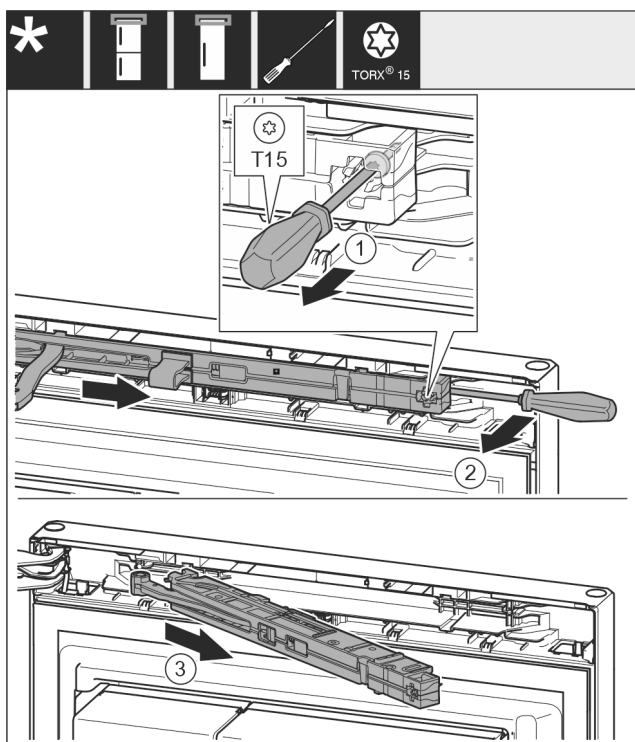

Fig. 11
- ▶ Desserrer la vis de l'unité d'amortisseur de fermeture d'env. 14 mm avec un tournevis T15. Fig. 11 (1)
- ▶ Avec un tournevis, accéder à la partie postérieure de l'amortisseur de fermeture du côté de la poignée et faire tourner l'amortisseur vers l'avant. Fig. 11 (2)
- ▶ Sortir l'amortisseur de fermeture. Fig. 11 (3)